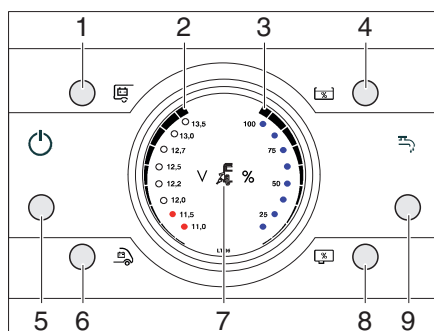

Fig. 272 Panel LT 96
La luz de control de 230 V (Fig. 272,7) se enciende cuando hay tensión de red en la entrada del bloque eléctrico.
El interruptor principal de 12 V (Fig. 272,1) conecta y desconecta el panel y la alimentación de 12 V del habitáculo.
- Pulsar brevemente la tecla Interruptor principal de 12 V (Fig. 272,1). La alimentación de 12 V del habitáculo está conectada. El LED de control se enciende.
- Pulsar brevemente la tecla Interruptor principal de 12 V (Fig. 272,1). La alimentación de 12 V del habitáculo está desconectada. El LED de control se apaga.
Con las teclas Batería del habitáculo (Fig. 272,1) y Batería del motor de arranque (Fig. 272,6) se muestra el estado de carga de la batería restante en la pantalla.
- Pulsar la tecla Batería del habitáculo (Fig. 272,1).
Se muestra la carga de la batería (Fig. 272,2).
- Pulsar la tecla Batería del motor de arranque (Fig. 272,6).
Con las teclas Nivel de llenado depósito de agua (Fig. 272,4) y Nivel de llenado depósito de aguas residuales (Fig. 272,8) se pueden mostrar la cantidad de agua y la cantidad de las aguas residuales.
- Pulsar la tecla Nivel de llenado depósito de agua (Fig. 272,4).
Se muestra el nivel de llenado del depósito de agua (Fig. 272,3).
- Pulsar la tecla Nivel de llenado depósito de aguas residuales (Fig. 272,8).
Se muestra el nivel de llenado del depósito de aguas residuales (Fig. 272,3).
Con la tecla Bomba de agua ON / OFF (Fig. 272,9) se puede activar o desactivar la bomba de agua. El cambio real en la bomba de agua es cuando se abre un grifo de agua con la bomba de agua activada. Si la bomba de agua está desactivada, la bomba de agua permanece también apagada al abrir un grifo de agua.
- Pulsar brevemente la tecla Bomba de agua ON / OFF (Fig. 272,9).
El LED "11,0 V" en el visualizador (Fig. 272,2) parpadea cuando la tensión de la batería cae por debajo de 11 V (medición durante la operación) y por lo tanto pone en peligro con la descarga total.